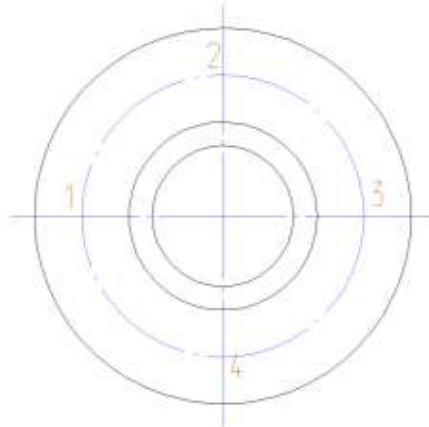

Рисунок 7. Вид сверху.
9. Постройте четыре окружности в точках **1, 2, 3, 4** (см. рис.7)